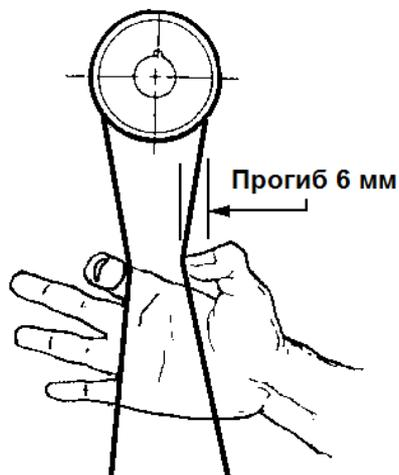

Рис. 11
2. Проверьте натяжение ремня, сжав пальцами две его части посередине между шкивами (см. Рис. 11) с умеренной силой. Надлежащее натяжение характеризуется прогибом примерно в 6 мм.